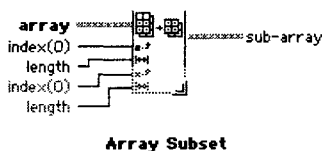
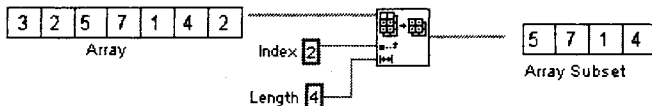

Рис. 7.20. Функция **Подмножество массива**
Рис. 7.21
- функция **Подмножество массива** (Array Subset) возвращает часть массива, который содержит количество элементов **длина** (length), начиная с **индекса** (index) – рис. 7.20. Не забывайте, что индексом третьего элемента является 2, так как индексирование начинается с нуля (рис. 7.21);